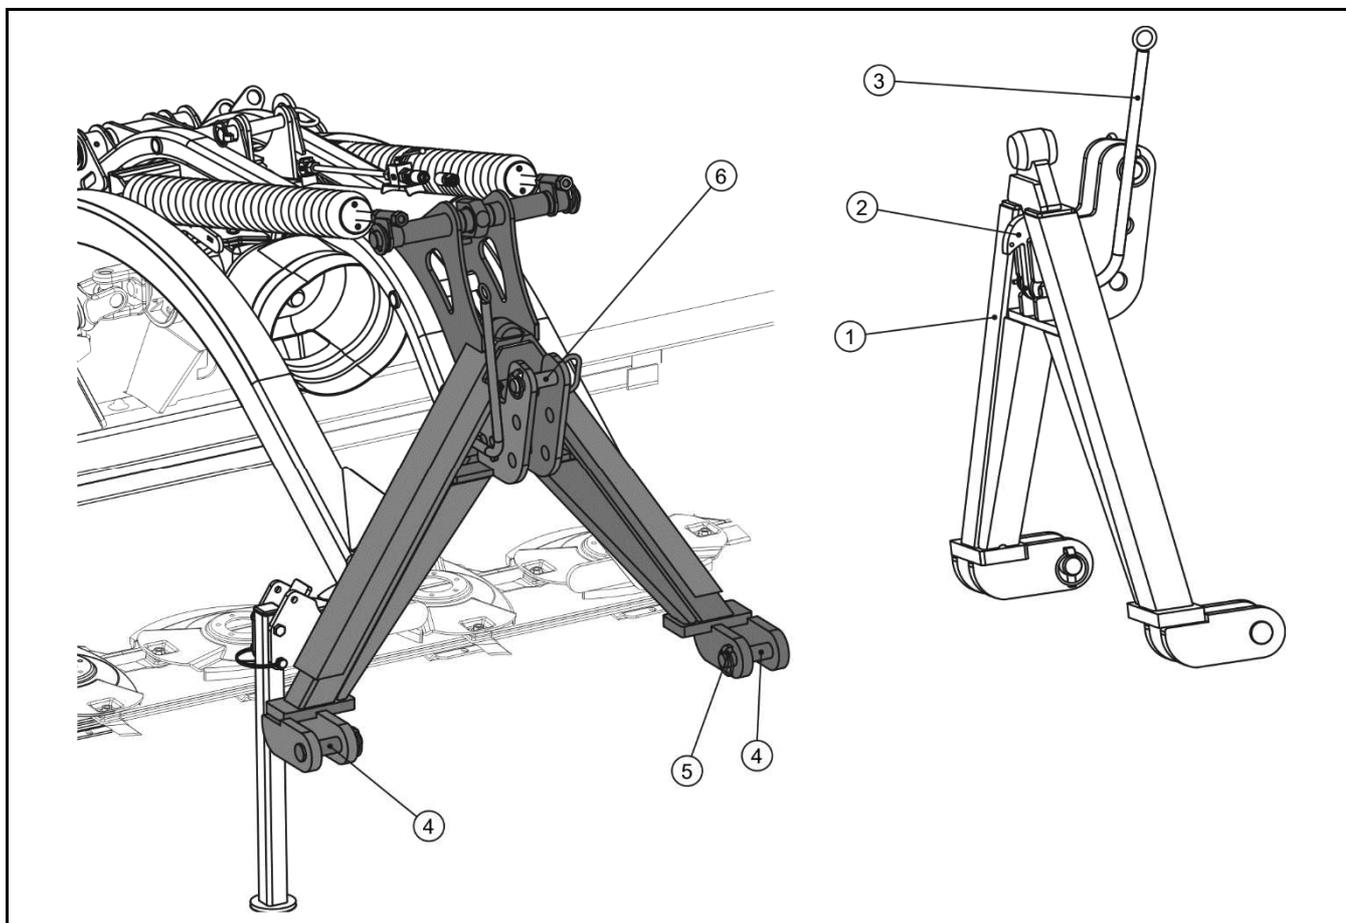

РИСУНОК 3.3 Система сцепления
(1) *трехточечная система навески, (2) собачка, (3) рычаг храпового механизма, (4) шкворень крепелния нижних тяг, (5) чека, (6) шкворень крепления верхней тяги*
Система навески (РИСУНОК 3.3) служит для агрегирования косилки с трехточечной системой навески трактора. Косилка оборудована трехточечной системой навески (1), которая подсоединяется к передней трехточечной навеске трактора в нижней точке сцепления при помощи шкворней (4) и при помощи шкворня (6) верхнего центрального сцепного устройства и фиксируется шплинтами (5). Агрегирование осуществляется посредством блокирования собачки (2) в раме навески. Отсоединение машины осуществляется при помощи рычага храпового механизма (3).